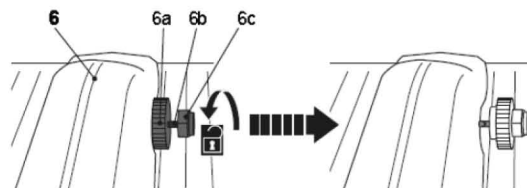

Fig.14
- > Desaperte o manípulo de bloqueio (6a) rodando-o para a esquerda até que o manípulo toque a porca (6c) (Fig. 14).